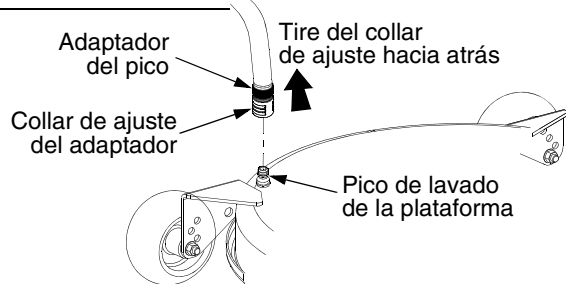

Figura 37
- Tire hacia atrás el collarín de ajuste del adaptador del pico y empuje el adaptador hacia uno de los picos de lavado de plataforma de cualquiera de los dos extremos de la plataforma de la cortadora de césped. Suelte el collarín de ajuste para trabar el adaptador en el pico. Vea Figura 37.